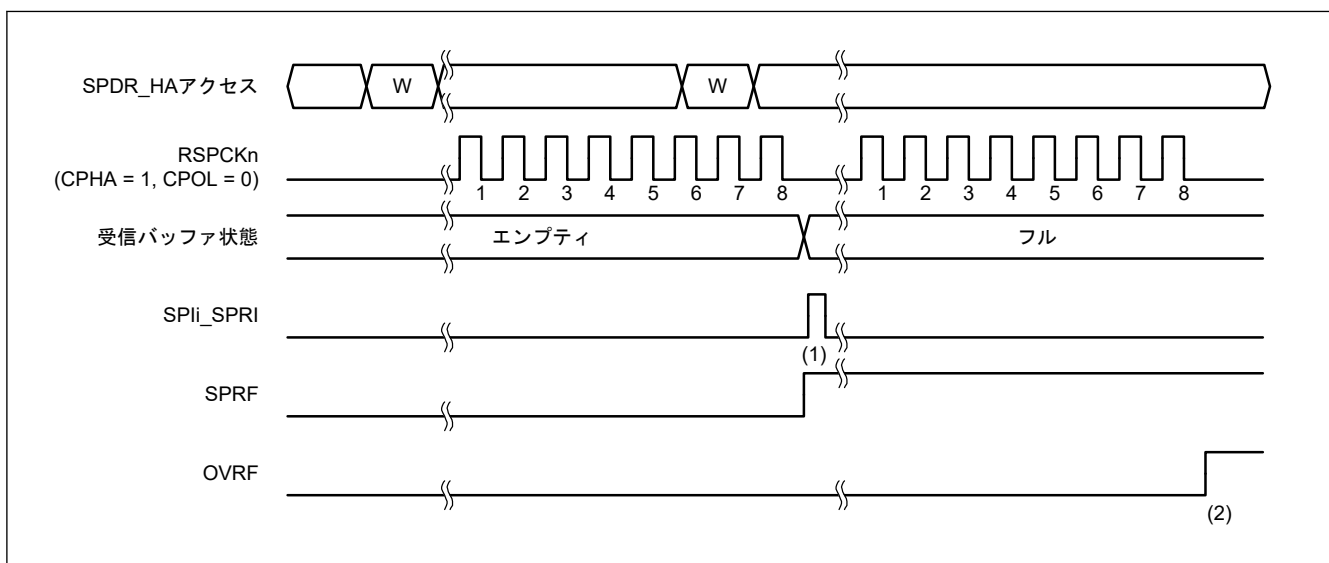
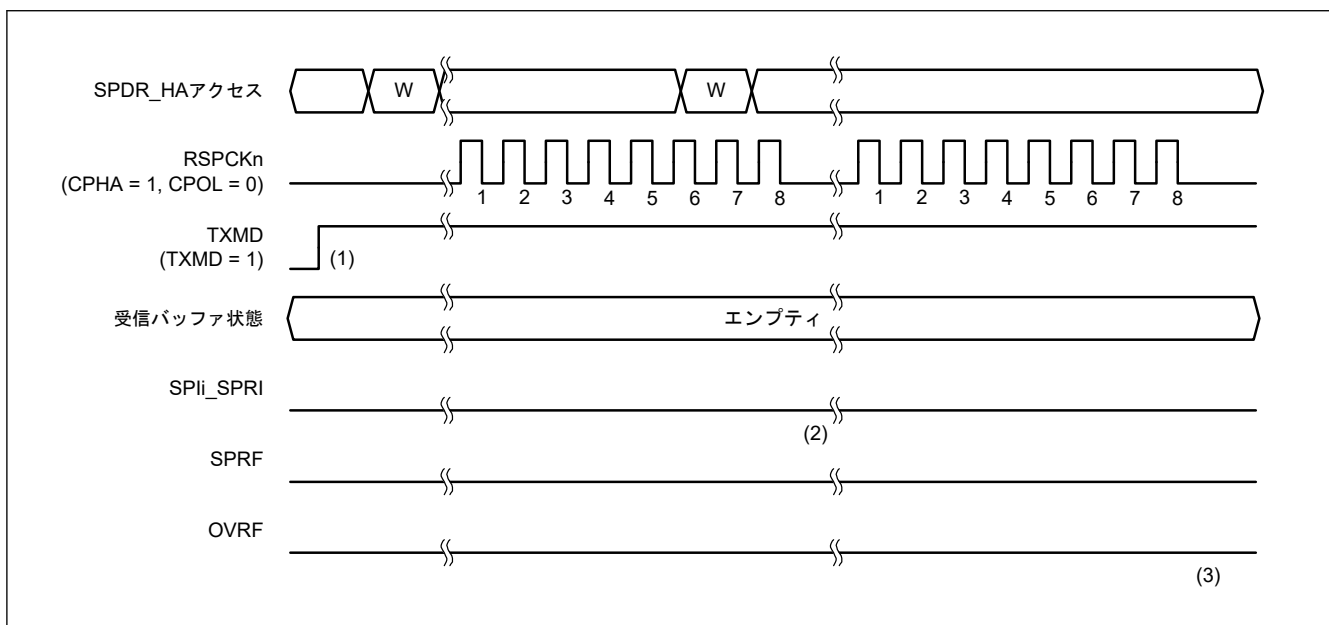

図 27.24 SPCR.TXMD = 0 の場合の動作例
図 27.25 SPCR.TXMD = 1 の場合の動作例
全二重同期式シリアル通信または送信動作は、通信動作モード選択ビット (SPCR.TXMD) でのみ選択できます。図 27.24 および図 27.25 に示すレジスタアクセスは、SPDR/SPDR_HA レジスタへのアクセスの条件を示します。W は書き込みサイクルを示します。
図 27.24 は、通信動作モード選択ビット (SPCR.TXMD) が 0 に設定されている場合の動作例を示します。この例では、SPCMD0.CPHA ビットが 1、SPCMD0.CPOL ビットが 0 の設定で、SPI が 8 ビットのシリアル転送を実行しています。RSPCKn 波形の下に記載した数字は RSPCK サイクル数 (= 転送ビット数) を示しています。
以下に、図 27.24 の (1)、(2) に示したタイミングでのフラグ動作を説明します。
図 27.25 は、通信動作モード選択ビット (SPCR.TXMD) が 1 に設定されている場合の動作例を示します。この例では、SPCMD0.CPHA ビットが 1、SPCMD0.CPOL ビットが 0 の設定で、SPI が 8 ビットのシリアル転送を実行しています。RSPCK_n 波形の下に記載した数字は RSPCK サイクル数 (= 転送ビット数) を示しています。
以下に、図 27.25 の (1)~(3) に示したタイミングでのフラグの動作内容を説明します。